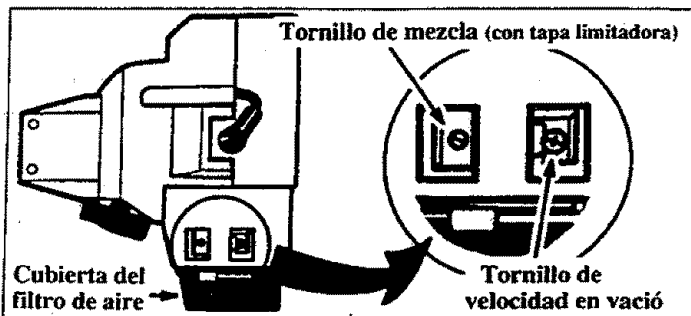

Figura 21
- Gire el tornillo de mezcla (Figura 21) al punto medio. No trate de ajustar el tornillo más allá de los toques ya que puede causar daño.
2. Ajuste el tornillo de velocidad en vacío (Figura 21) hasta que el motor continúe funcionando sin atascarse.
3. Gire muy lentamente el tornillo de mezcla de alta velocidad en el sentido de las agujas del reloj (Figura 21), hasta que disminuya la velocidad del motor.